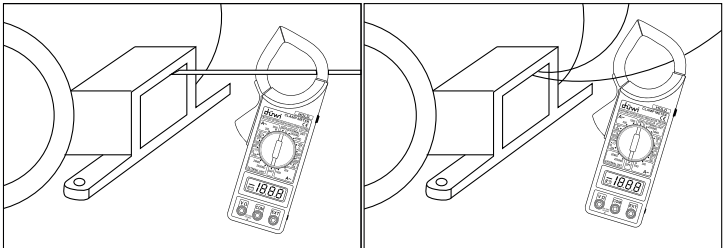

Рис. 1
- Нажмите на курок, чтобы раскрыть токовые клещи, и сомкните их вокруг одного проводника (рис. 1).